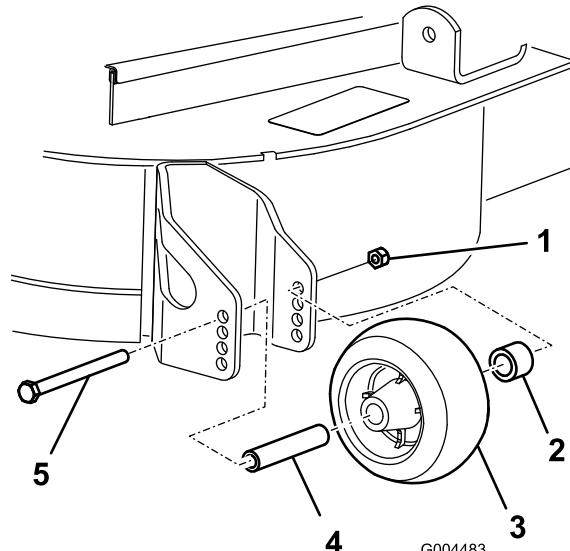

Figura 23
- Depois de regular a altura de corte, ajuste os rolos retirando a porca flangeada, a bucha, a cunha e o parafuso (Figura 23).
- Coloque a porca flangeada, a bucha, a cunha e o parafuso. Aperte com 54–61 Nm (Figura 23).